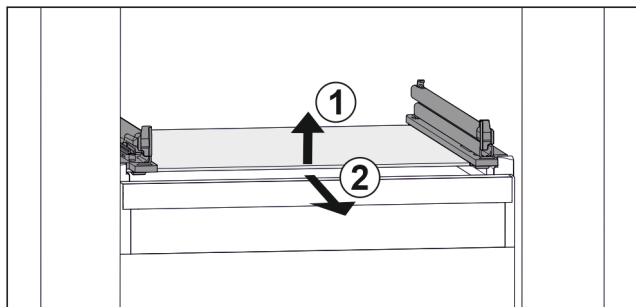

Fig. 73 Príklad zobrazenia sklenenej dosky
- ▶ Nadvihnite sklenenú dosku vpred. Fig. 73 (1)
- ▶ Odoberte sklenenú dosku dopredu. Fig. 73 (2)